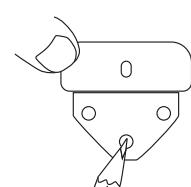

Рис.5
- Подберите необходимую высоту подвеса и отметьте на стене требуемое положение кронштейна (рис.5).